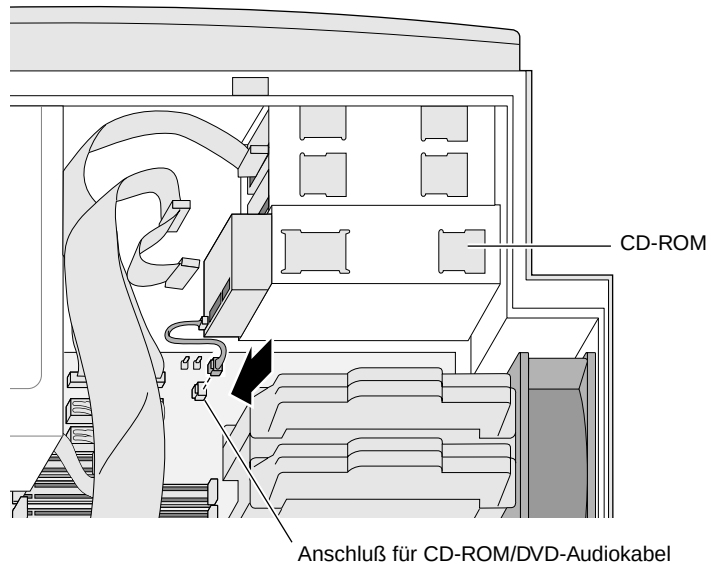

Abbildung 4-6 Anschließen des Audiokabels
- Wenn Sie ein CD-ROM- oder DVD-ROM-Laufwerk installieren, befestigen Sie das Audiokabel an dem Anschluß auf der Systemplatine. Das Kabel ist so konstruiert, daß es nicht falsch eingesteckt werden kann. Siehe Abbildung 4-6.